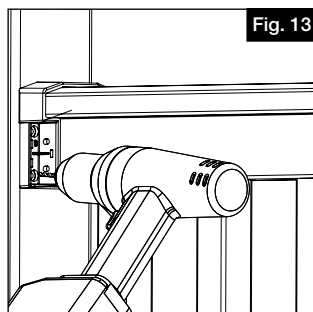

Fig. 13
- ii. Repita el proceso de perforado para los restantes tres tornillos (Fig. 13).